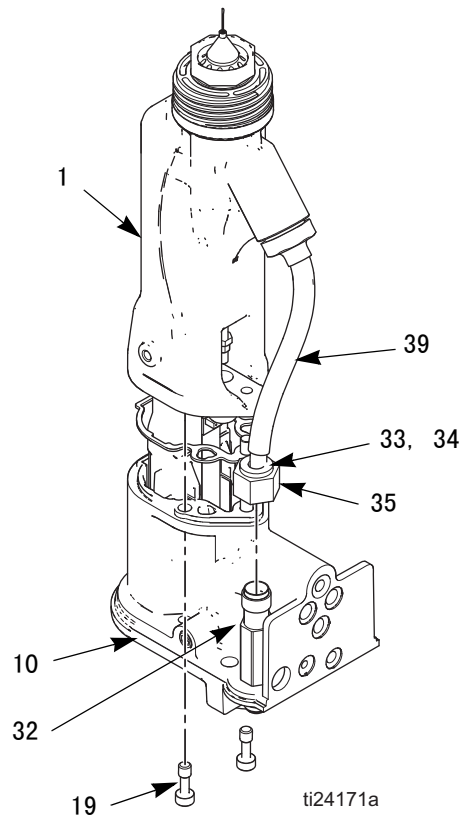

图 24. 枪管拆卸
3. 小心拧松流体接头螺母（35）。将管子（39）拉出管接头（32）。确保两个套圈（33、34）和螺母留在管子上。参见图 24。
5. 拧松两个螺钉（19）。参见图 24。
6. 一只手握牢枪身（10），将枪筒（1）直着拉出枪身。参见图 24。